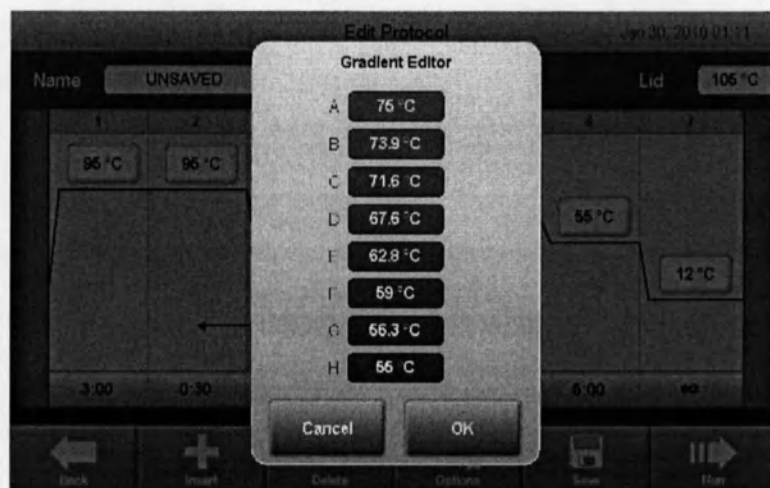

Рисунок 15. Окно Gradient Editor.
- После того, как вы ввели значение перепада температуры в этапе, можно отредактировать максимальную и минимальную температуру, либо нажатием кнопок, либо с помощью меню **Gradient Editor (Редактор перепада температуры)** (рис. 15).